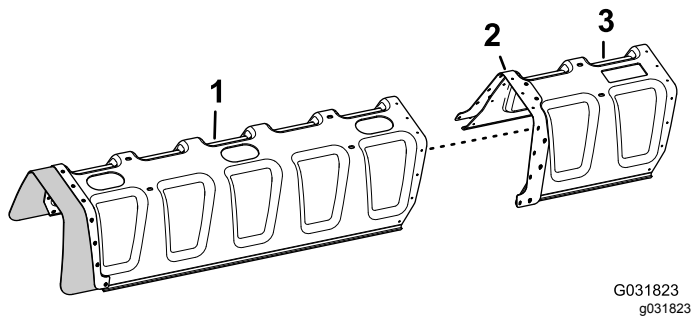

Bild 146
3. Fluchten Sie die Löcher in der Verstärkungsplatte (doppelte Reihe) an der Abdeckungsverlängerung mit den Löchern am Ende der 11. Düsenauslegerabdeckung aus (Bild 146).